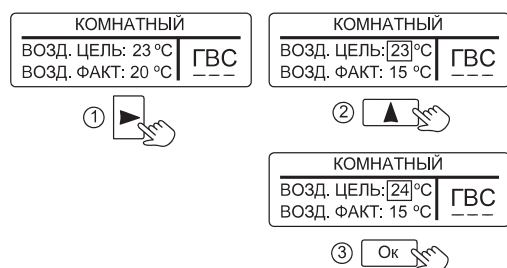

Рисунок 11.
**10.5 «КОМНАТНЫЙ»** – режим поддержания комфортной температуры воздуха в помещении. Датчик температуры воздуха устанавливается внутри помещения. Заводская настройка +23°C. Изменение настройки показано на рис.11.